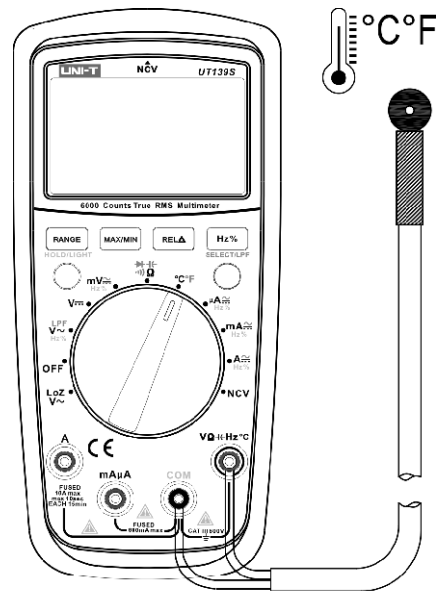

Figura 8
7. Medição de temperatura (veja a figura 8)